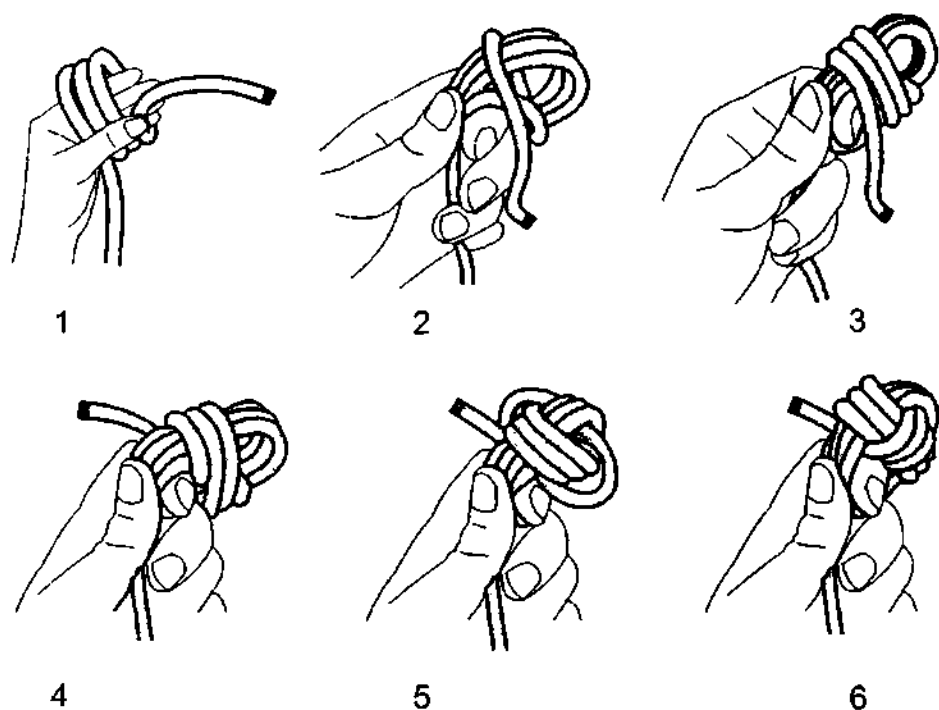
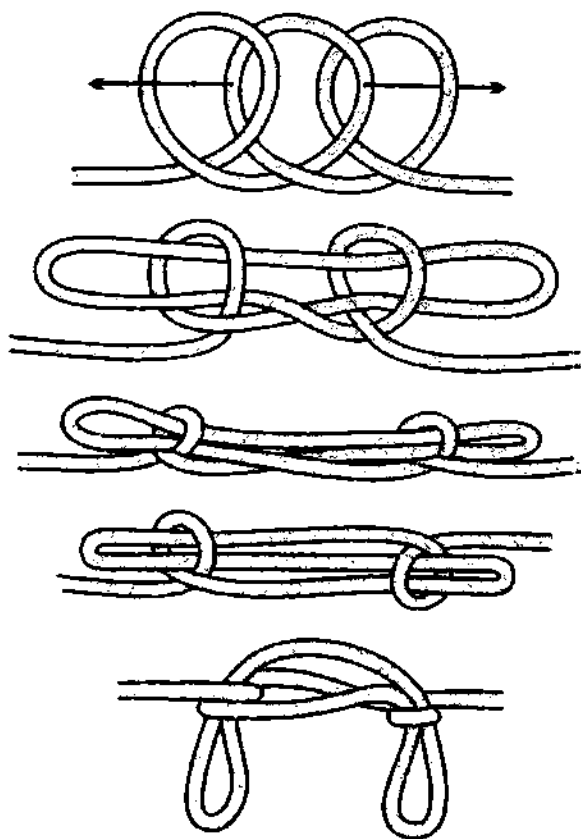

Рис. 113. Завязывание обезьяньего кулака.
Рис. 131. *Колышка*, связанная таким способом, менее устойчива к переменным нагрузкам и менее безопасна.
*Обезьяний кулак* – очень красивый узел, который в древности считался символом колдовства (рис. 113). Но его вязали не только колдуны, *обезьяний кулак* широко применялся на флоте вместо лёгости. В отличие от других стопорных узлов, которые используются вместо лёгости, в *обезьяний кулак* можно дополнительно поместить камень или металлический шар, из-за чего увеличивается дальность броска. Если же поместить во внутрь деревянный шар, то улучшается плавучесть самой лёгости, что мо-
Первая причина в том, что *баранья нога* может быть завязана по-разному, и только одна из двух форм *колышки* наиболее стабильна. Во многих пособиях и справочниках часто изображали (и изображают по сей день) именно наиболее слабую и нестабильную форму узла, которая получается при 3-м способе завязывания – наиболее удобном и быстром (рис. 122 Б; рис. 131). Такую слабую *колышку* можно увидеть у Клиффорда Эшли (Sheepshank Knot #1152, #1153, #1154) и в книге Леонида Скрыгина («Морские узлы», рис. 113). Современные авторы просто перерисовывают этот узел из старых книг. *Колышка*, концы у которой
**3-й способ вязки *колышки*.** Третьим способом удобно завязывать узел, если необходимо укоротить трос на небольшую длину (рис. 131). Но для удобного завязывания узла может понадобиться ровная плоская поверхность – земля, стол, палуба и т. п., поэтому в некоторых случаях